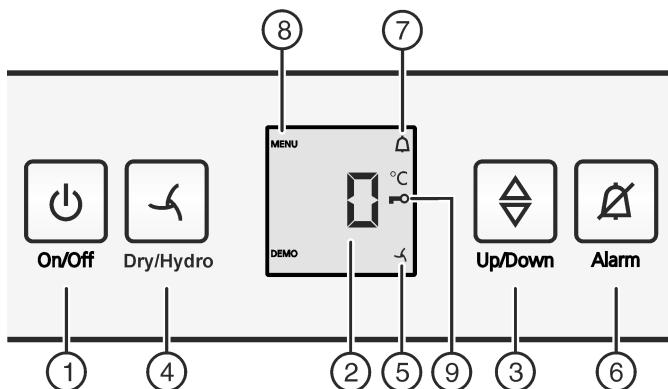

Fig. 2
- нажмите кнопку On/Off Fig. 2 (1).
- Активация режима настройки: удерживайте кнопку «Dry/Hydro» Fig. 2 (4) прибл. 6 секунд.
- ▷ Символ меню Fig. 2 (8) горит.
- Коротко нажмите кнопку Dry/Hydro Fig. 2 (4) для подтверждения.
- Для включения защиты от детей коротко нажмите кнопку Dry/Hydro Fig. 2 (4).
- ▷ Символ "Защита от детей" Fig. 2 (9) горит. На индикации мигает .
- Для выключения защиты от детей коротко нажмите кнопку Dry/Hydro Fig. 2 (4).
- ▷ Символ защиты от детей Fig. 2 (9) гаснет. На индикации мигает .
- Выход из режима настройки: Нажать кнопку "On/Off" Fig. 2 (1).
- Нажмите кнопку Alarm Fig. 2 (6).